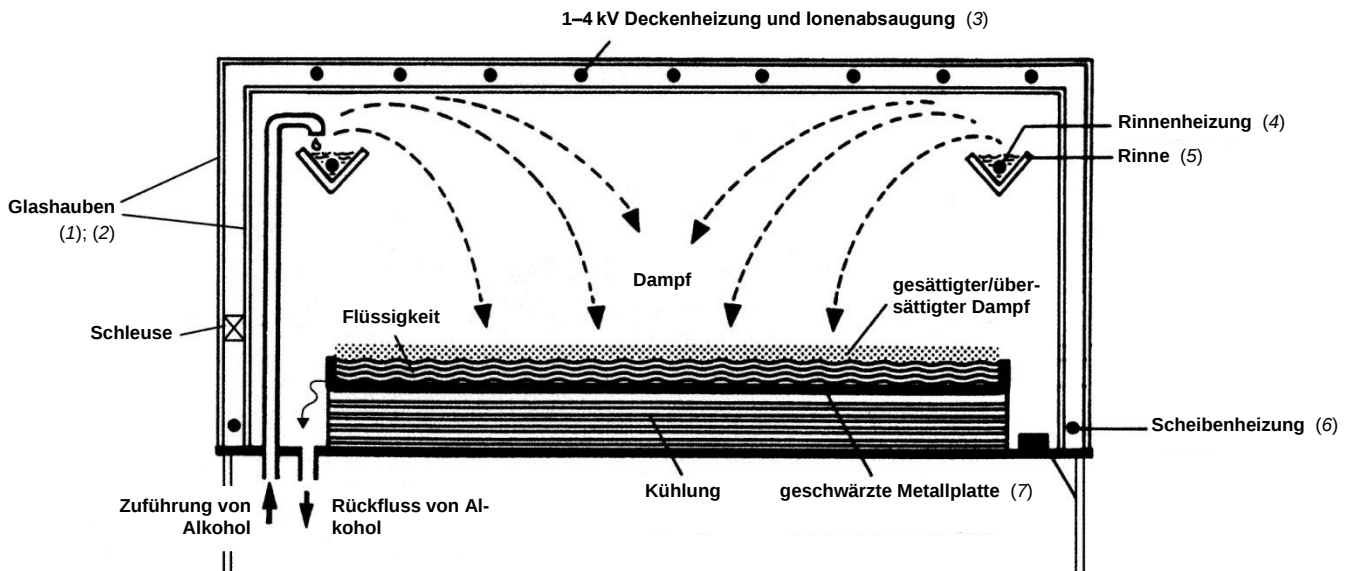

Abb. 2: Diffusions-Nebelkammer, Schnitt.
4. Alkoholdosierventil (58a) etwa zwei Umdrehungen aufdrehen. Alkohol läuft jetzt kräftig über das Füllrohr in die Rinne (5, Abb. 2). Nachdem die Rinne etwa bis zur Hälfte gefüllt ist, Regulierventil so weit zudrehen, bis aus dem Füllrohr pro Sekunde noch etwa 3–4 Tropfen in die Rinne fließen. Überflüssiger Alkohol läuft selbsttätig ab, sodass die Rinne nicht überlaufen kann.
7. Soll die Kammer abgeschaltet werden, so genügt ein Abschalten mit dem Schlüsselschalter. Hierbei bleiben die Deckenheizung (3, Abb. 2) und die Scheibenheizung (6) eingeschaltet (max. 200 Watt). (**Achtung:** um eine unerwünschte Kondensierung des Alkohols an der inneren Glashaube zu unterbinden, müssen Decken- und Scheibenheizungen auch bei ausgeschaltetem Schlüsselschalter arbeiten können. Für diesen Zweck darf die Kammer nicht von der Netzversorgung getrennt werden). Die erneute Inbetriebnahme erfolgt jetzt nur noch über den Schlüsselschalter.
Reinigung der Außenhaube (1, Abb. 2):
Reinigung der Innenhaube (2, Abb. 2):